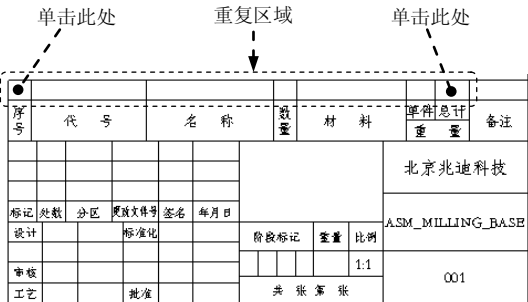

图 7.7.3 选择重复区域
Step3. 系统提示 **定位区域的角**，选取图 7.7.3 所示两个单元格。选择 **▼ TBL REGIONS (表域)** 菜单中的 **Done (完成)** 命令，系统自动将两单元格之间的区域定义为重复区域。